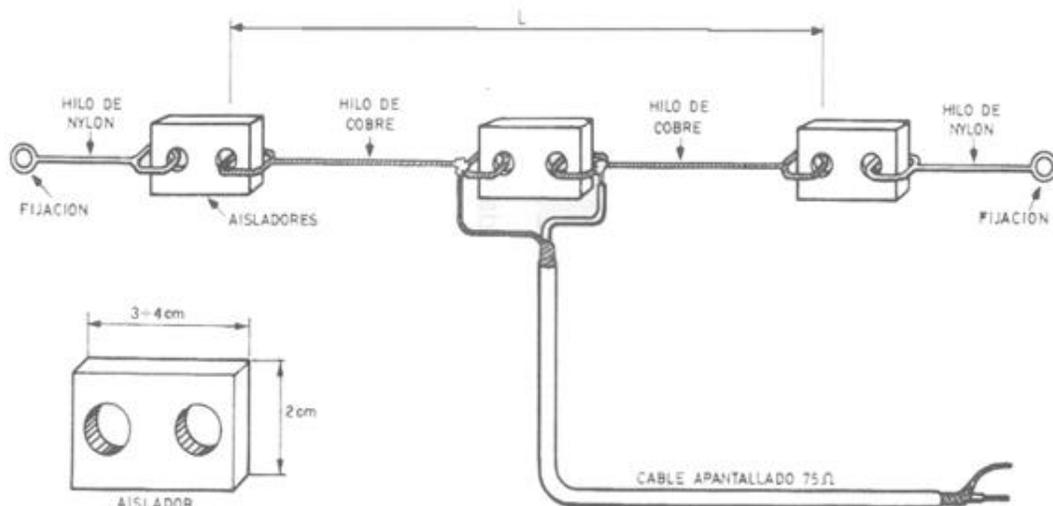

Fig.8:Esquema de una antena dipolo.
Como se ve en la Fig.8 la construcción de una antena de este tipo no es nada complicada, donde sólo es necesario unos trozos de aisladores y unos hilos de cobre. Para saber la longitud que debe tener nuestra antena, usaremos la fórmula (1).